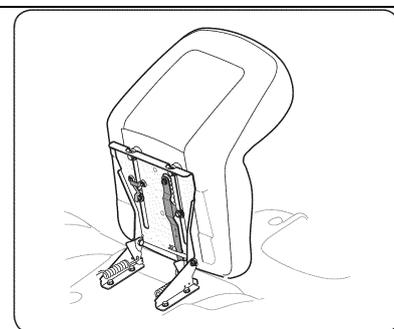

Рис. 4
2. Двигайте сидение, вперед не задевая ограничителя (См. Рис.4).